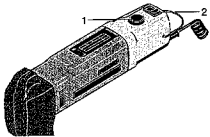

Fig. 3
1. Gerät am Schalter 2 (Fig. 3) einschalten und die der Arbeit entsprechende Drehzahl am Knopf 1 einstellen.